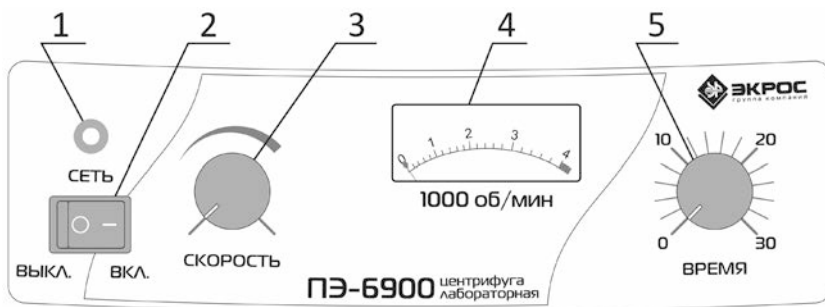

Рисунок 3 - Панель управления
6.3. На панели управления центрифуги (Рисунок 3) расположены следующие элементы управления и индикации:
- 7.5. Убедиться, что сетевой выключатель 2 (Рисунок 3) находится в положении «выключено» (O) и присоединить кабель питания к соответствующему разъёму на задней стенке устройства.